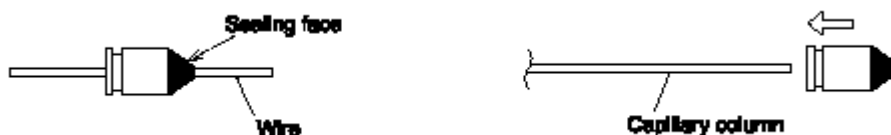

图 1.2 装上石墨压环
- (1) 抽出石墨压环的环芯，将色谱柱穿过压环 (图 1.2)